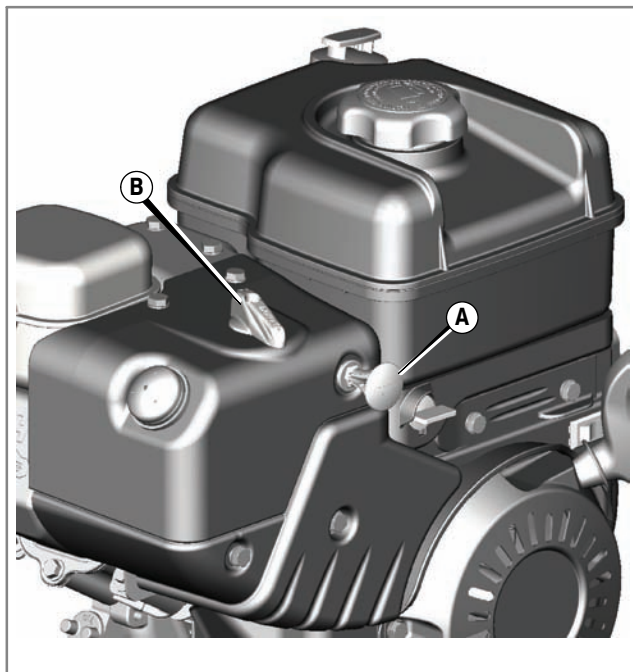
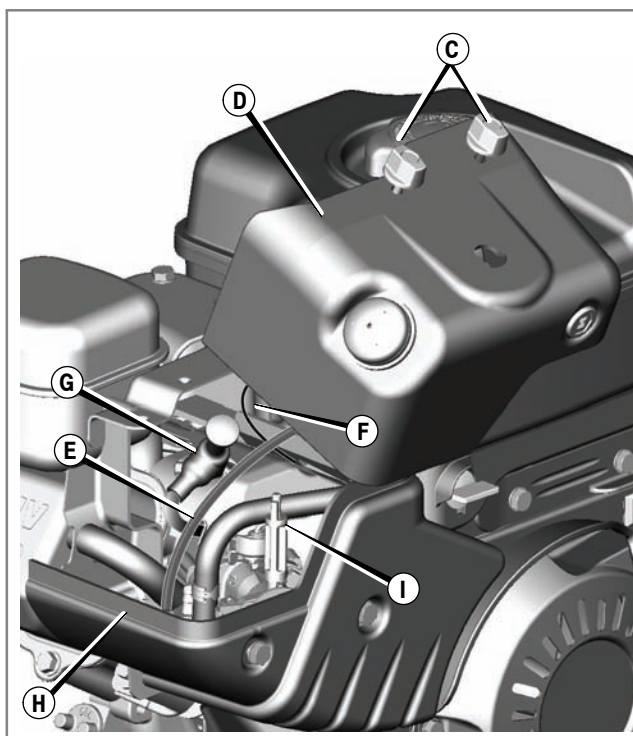

Figura 12
Figura 13
1. Togliere la chiave di sicurezza (A). Tenere la chiave di sicurezza fuori dalla portata dei bambini. Vedere Figura 12.
2. Afferrare il pomello di comando dell'aria (B) ed estrarlo.
3. Togliere le viti di fissaggio (C, Figura 13).
4. Togliere con cura la parte superiore della protezione per la neve (D). Non scollegare il tubo in gomma del primer (E) o il cavetto dell'interruttore di arresto (F).
5. La candela (G) a questo punto è accessibile.
7. Montare la parte superiore della protezione sulla sezione inferiore (H). Accertarsi che la porzione superiore vada a incastrarsi sulla parte inferiore. Fissare con le viti di montaggio.
8. Allineare le scanalature del pomello di comando dell'aria con le alette dell'alberino di comando dell'aria(I) e premere per bloccare. Se il pomello non è montato correttamente, il comando sulla farfalla dell'aria del carburatore non corrisponderà.